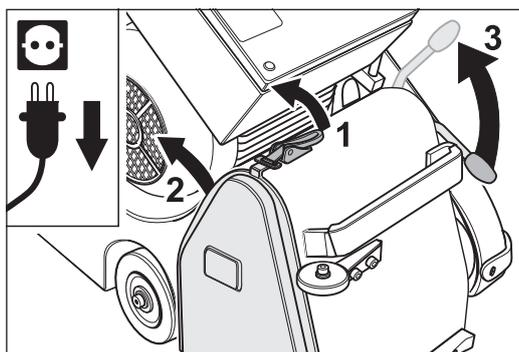

Fig. 11 Antes del cambio, debe destensarse la cinta de lijado: Retirar la chapa protectora y subir la palanca de mando.
- 3 Desmunte la chapa protectora (Fig. 11).
- 4 Para destensar la cinta de lijado, tirar hacia arriba de la palanca opuesta, con lo cual se bajará el rodillo tensor (Fig. 11).